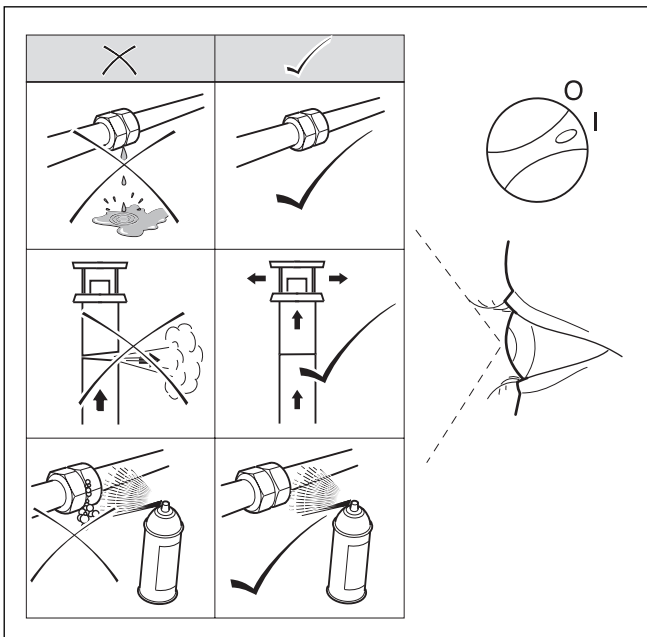

Abb. 6.6 Funktionsprüfung
- Prüfen Sie die Gas-Zuleitung, die Heizungsanlage und die Warmwasser-Leitungen auf Dichtheit (siehe Abb. 6.6).